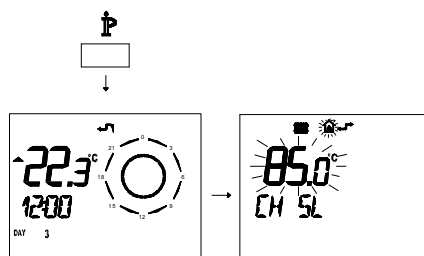

Figura 5.55
- Premere per più di 3 secondi il pulsante IP para per entrare in modalità *INFO* (Figura 5.55).